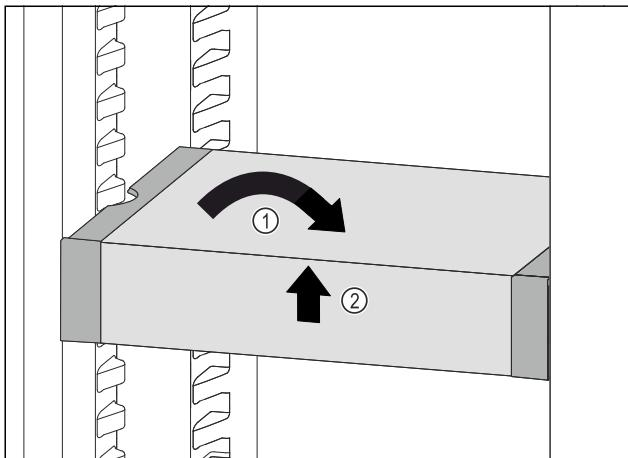

Fig. 102
- Вирівняти VarioSafe. Fig. 102 (1)
- Підняти VarioSafe спереду. Fig. 102 (2)